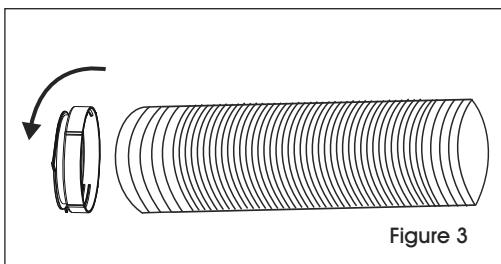

Figure 3
2. Vissez le tuyau sur le raccord A. (Voir Figure 3)